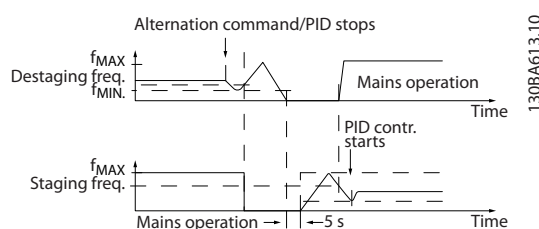

Рисунок 3.81 Конфигурация с медленным режимом
0.5 s* [пар. 25-58 - 5 s]	Этот параметр активен только в том случае, если значение параметр 25-50 Чередование ведущего насоса отлично от [0] Выкл. Этот параметр задает промежуток времени между остановкой предыдущего насоса с регулируемой скоростью и пуском этого насоса в качестве насоса с фиксированной скоростью. Описание процесса включения и чередование см. в Рисунок 3.81.